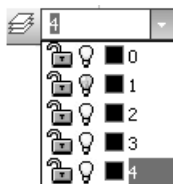

Рис. 61. Активизация слоя *Размеры*
20. Первый слой отключите (потушите лампочку). Сделайте активным четвертый слой (*размеры*) (рис. 61).